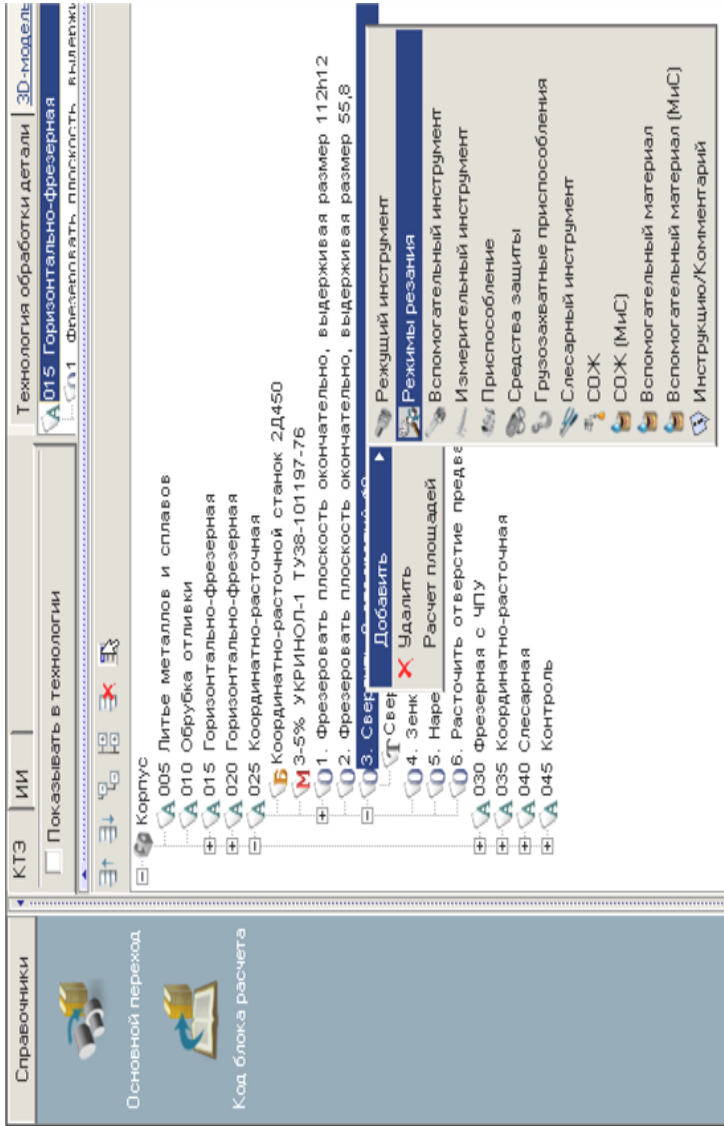

Рис. 6.3
4. Установите курсор на переход 1 операции *025 Координатно-расточная*. С помощью контекстного меню выполните команду *Добавить режимы резания* (рис. 6.3).